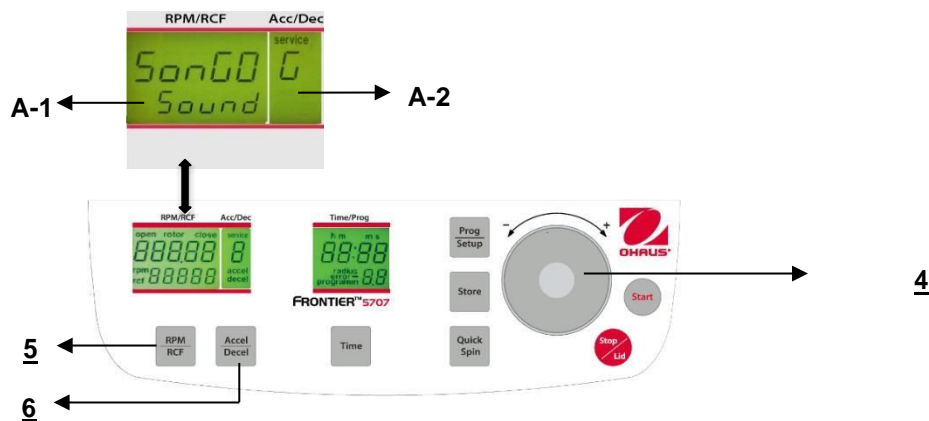

Abbildung. 31
Fahren Sie fort wie unter Punkt 4.1.2 beschrieben, um in den Programmmodus einzutreten und drücken Sie dann die Taste "**Accel/Decel**"(6). Auf der Anzeige blinkt "**Acc/Dec**" (A-2) das Wort "**Service**". Wählen Sie nun den Buchstaben "**G**" mit Hilfe des Anpassungs Wählscheibe (4). Als Ergebnis erscheinen auf der Anzeige "**RPM/RCF**" (A-1) die Worte "**SonGo/Sound**". **Nach dem Drücken der Taste "**RPM/RCF**" (5)** können Sie mit Hilfe des Anpassungs Wählscheibe (4) ein Lied auswählen. (Siehe Abbildung 31).